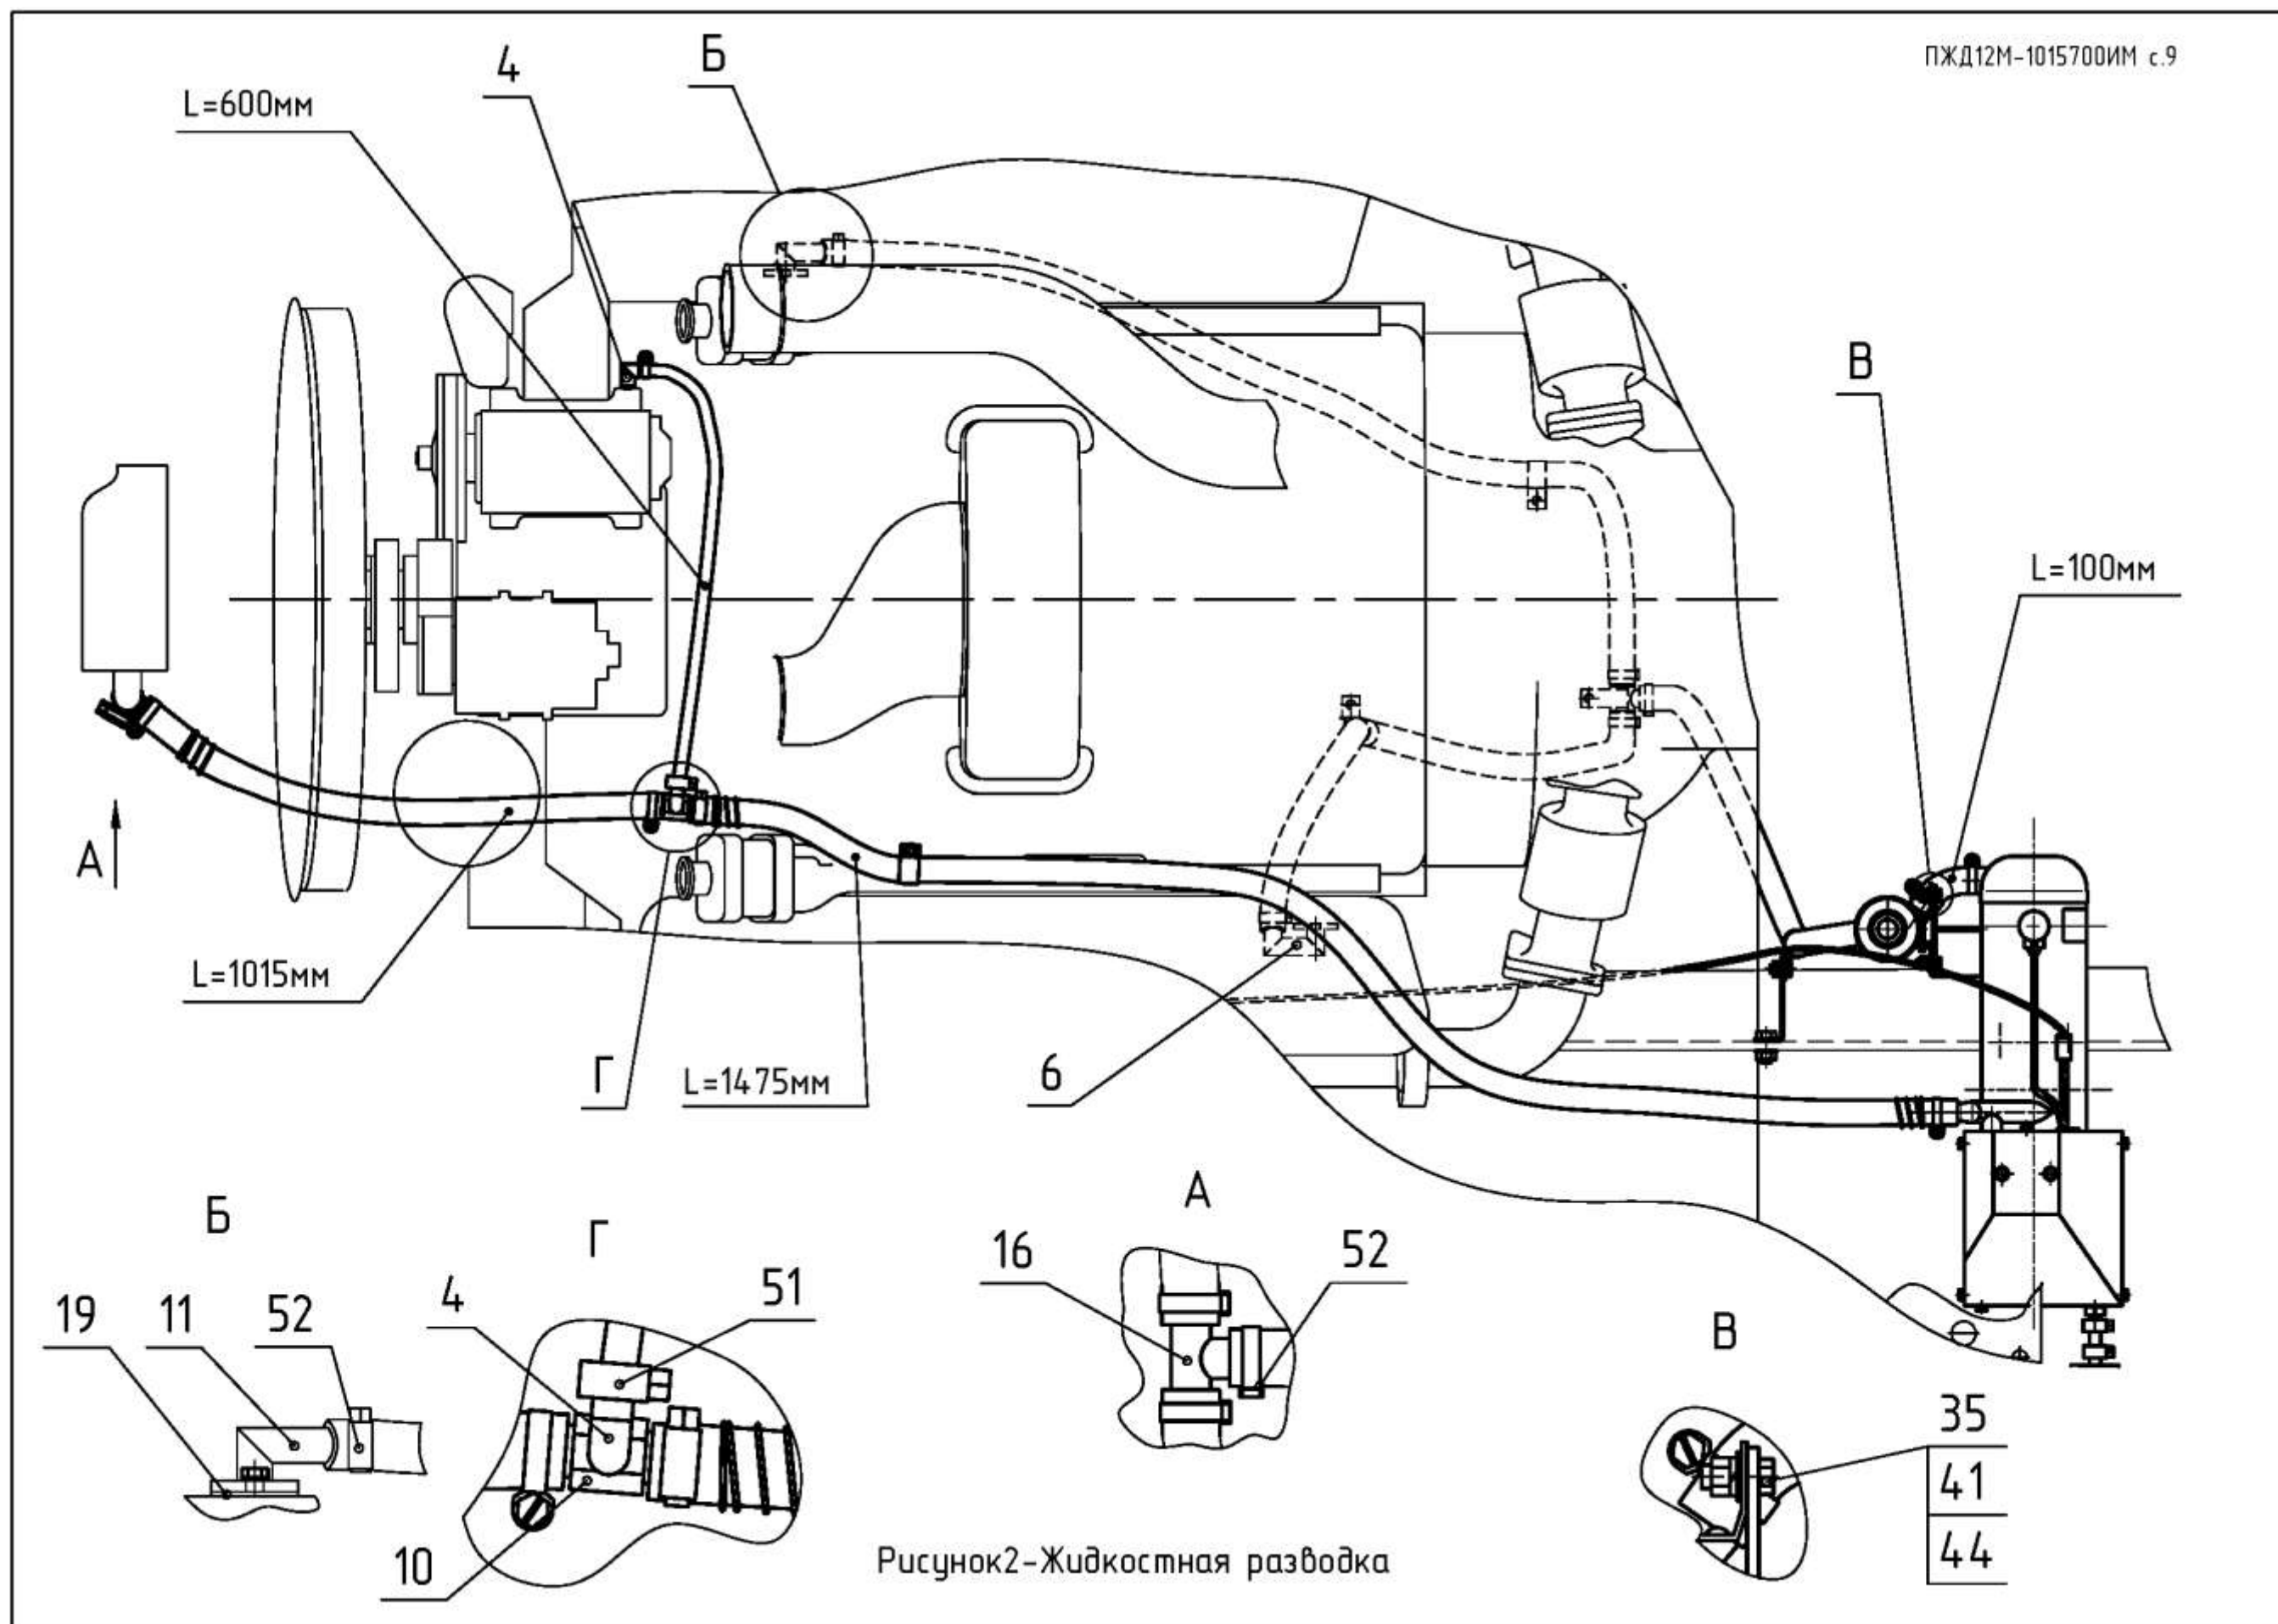

Рисунок 2 - Жидкостная разводка
3.1.11 Установить в трубу подводящего отопления (рисунок 2 вид А) тройник поз. 16 таким образом, чтобы его уровень был выше уровня отводящего патрубка котла подогревателя для устранения завоздушивания котла, и закрепить хомутами поз. 52.
3.2.5 Жидкостный электронасос закрепить на кронштейне установочном при помощи деталей поз. 35, 41, 44 (рисунок 2 вид В).